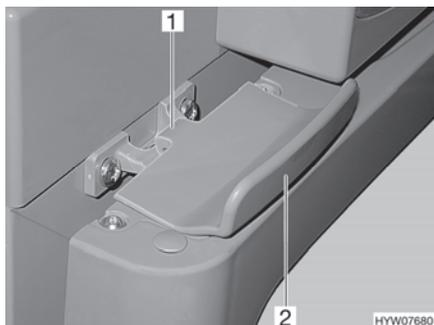

Fig. 124 Dispositif de verrouillage de la porte du réfrigérateur, fermé (Thetford)
*Ouvrir :* ■ Ouvrir la porte du réfrigérateur sur la poignée (Fig. 124,2). Le verrouillage (Fig. 124,1) sera débloqué automatiquement.